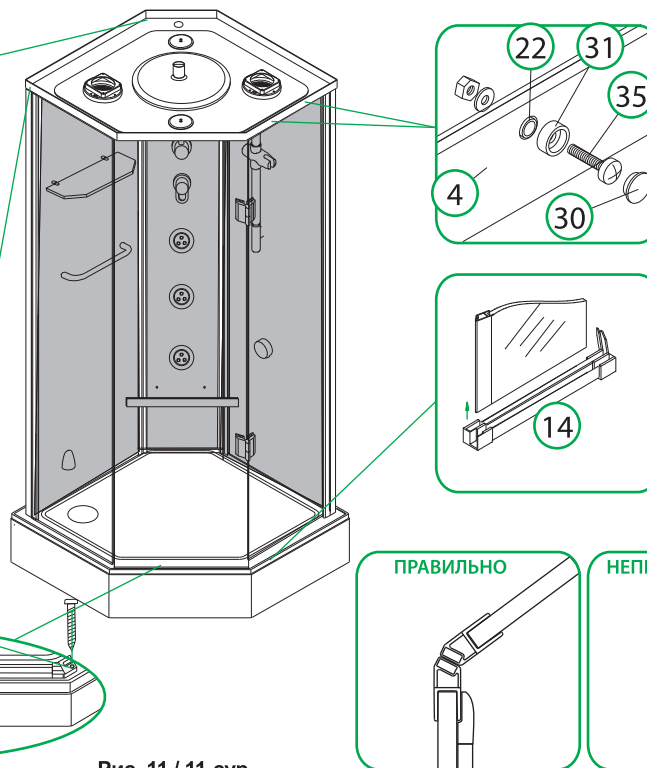

Рис. 11 / 11-сур.
10. Просверлите 4 отверстия диаметром 5 мм для фиксации передних неподвижных панелей и крыши (рис. 11). Закрепите алюминиевый порог и установите нижний ПВХ-уплотнитель (рис. 11). Для плотного смыкания магнитных уплотнителей, произведите регулировку двери, изменяя положение петель.